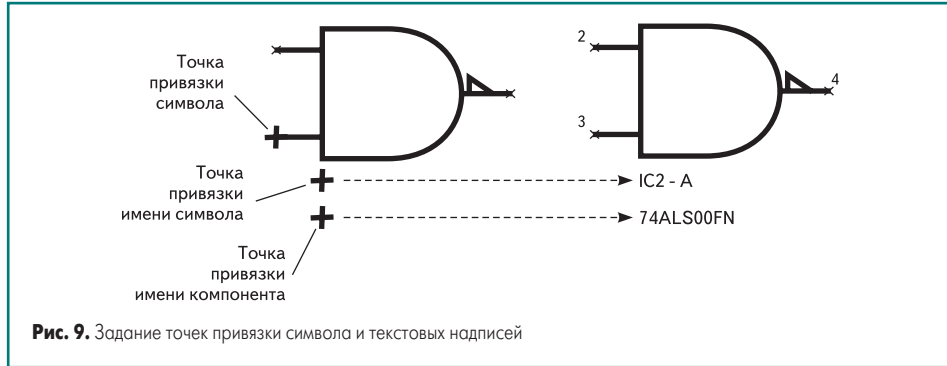

Рис. 9. Задание точек привязки символа и текстовых надписей
40. В выпадающем списке Origin Type выберем строку Symbol Name (имя символа), нажмем кнопку ОК и разместим новую точку привязки, как показано на рис. 9.